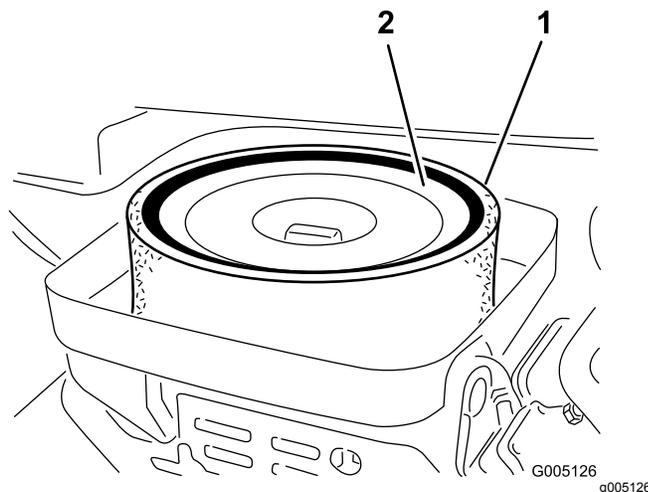

図 41
3. エレメントをエアクリーナに固定している蝶ナットを外す 図 41。
4. スポンジ 図 41 を点検し、汚れていればペーパーエレメントから外す。以下の要領で丁寧に清掃してください